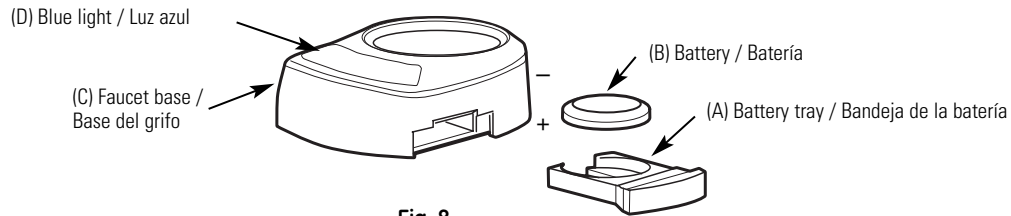

Fig. 8
1. Use a small flat blade screwdriver or coin to remove the battery tray (A) at the side of the faucet base.
2. Install one CR2032, 3 volt battery (B) + side down into the battery tray (A) (Fig. 8).
3. Slide tray into faucet base (C) until the battery tray (A) edge is flush with the side of the base.
4. The blue light (D) will flash 5 times, indicating a proper installation and system reset.
1. Use un destornillador de pala plana pequeño o una moneda para retirar la bandeja de la batería (A) en el costado de la base del grifo.
2. Instale una batería CR2032 de 3 voltios (B) con el lado positivo hacia abajo en la bandeja (A) (Fig. 8).
3. Deslice la bandeja en la base del grifo (C) hasta que el borde de la bandeja de la batería (A) esté nivelado con el costado de la base.
4. La luz azul (D) se iluminará de manera intermitente 5 veces, indicando una instalación correcta y la reinicialización del sistema.